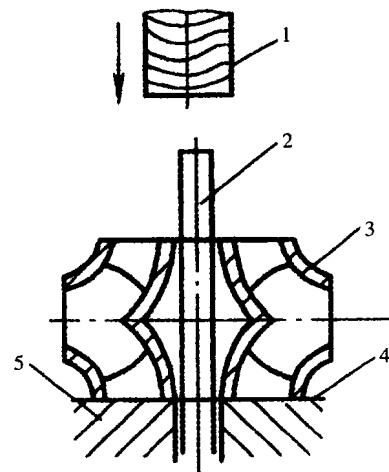

图 1-4 叶轮的拆卸
(1) 泵盖的拆卸 先拧下泵体两边填料压盖与泵盖之间的连接螺母，将填料压盖向两边拉开，再拆下泵体与泵盖之间的连接螺母和定位销钉，即可取下泵盖。
(2) 转子部分的拆卸
① 卸下泵体两侧的轴承压盖即可取下叶轮和泵轴总成。注意，拆卸时不得碰伤叶轮和轴颈等。
② 用木槌敲打下轴承（安装滚珠轴承的应先去掉联轴器）。
③ 取下填料压盖、填料环及填料套。
④ 取出叶轮两侧的双吸口环。
⑤ 拧下轴套两端背帽，拆下轴套。
⑥ 用木槌按图 1-4 所示方法轻打取下叶轮。若用此法不能取下叶轮，则可用压力机把叶轮由轴上压出。
(3) 联轴器的拆卸 拆下联轴器上的螺母，用专用的胶带轮拉轮器把联轴器盘慢慢拉出。